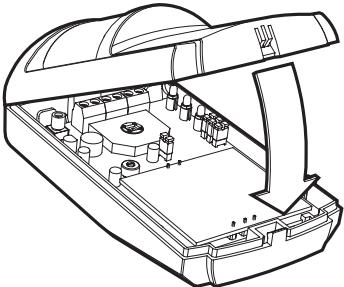

Рис.7
- установить на место крышку извещателя (Рис.7).